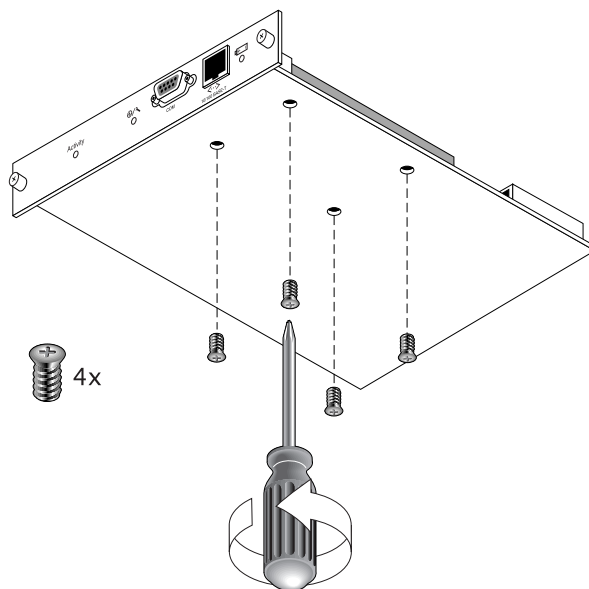

FIGURE 4-5 Vis retirées sur la partie inférieure du module de batterie
4. Retirez les vis de la batterie situées sur le bas du module pour libérer la batterie ; cette opération est semblable à celle indiquée à la FIGURE 4-5.